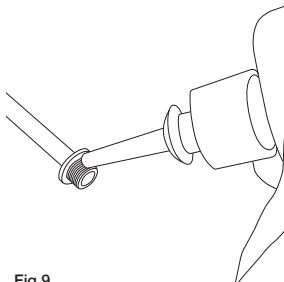

Fig.9
- Prima del rimontaggio, si consiglia di applicare Loctite 222 a bassa resistenza nella filettatura delle viti (Fig. 9).